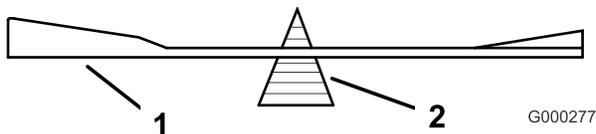
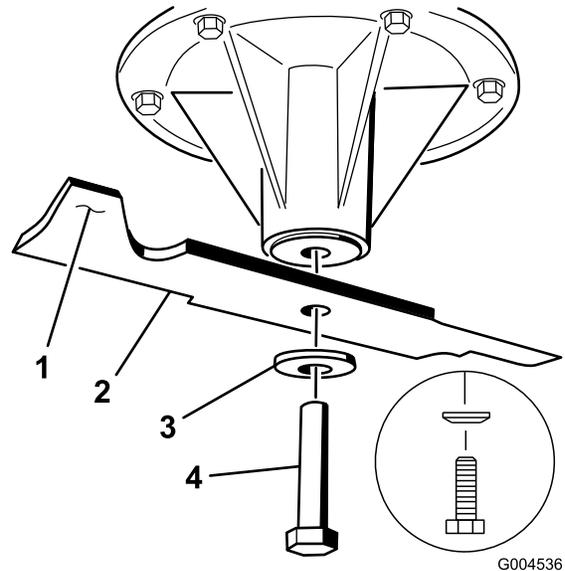

Figure 88
Figure 89
2. Retirez le boulon, la rondelle élastique et la lame de l'axe (Figure 89).
2. Vérifiez l'équilibre de la lame en la plaçant sur un équilibreur (Figure 88). Si la lame reste horizontale, elle est équilibrée et peut être utilisée. Si la lame est déséquilibrée, limez un peu l'extrémité de la partie relevée seulement (Figure 89). Répétez la procédure jusqu'à ce que la lame soit équilibrée.
1. Placez la lame sur l'axe (Figure 89).
2. Montez la rondelle bombée et le boulon de lame. Le cône de la rondelle bombée doit être dirigé vers la tête du boulon (Figure 89). Serrez le boulon à un couple de 115 à 150 Nm (85 à 110 pi-lb).